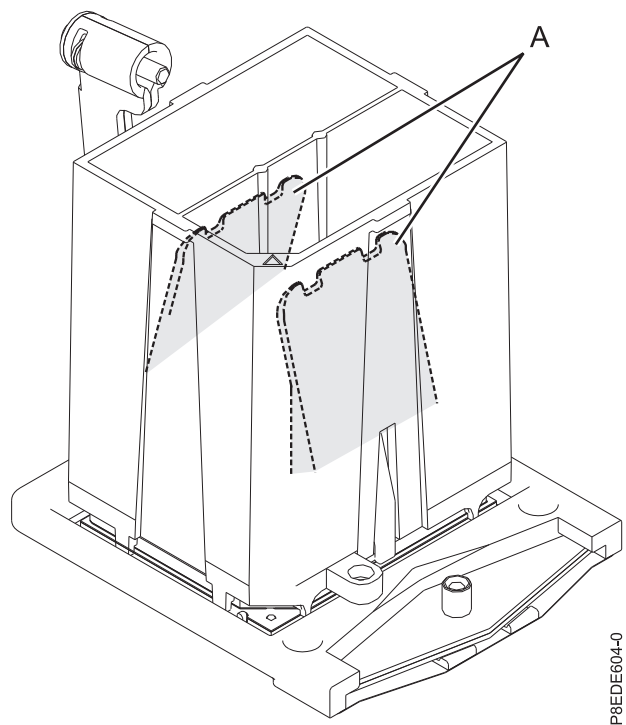

図 17. システム・プロセッサ・モジュール・ツールの取り外し
8. システム・プロセッサ・モジュールを正しく位置合わせできたら、しっかりと止まるまで、2 つの青色のリリース・タブ **(A)** をつかみ、一緒に保持します ( 19 ページの図 17を参照)。次に、ツールを持ち上げてシステム・プロセッサ・モジュールから離します。